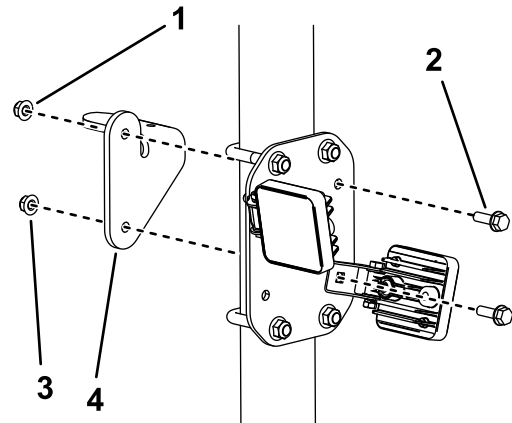

図 2
2. 図 2 のように、ビーコンをブラケットに取り付け、ビーコンアセンブリを車体に取り付ける。